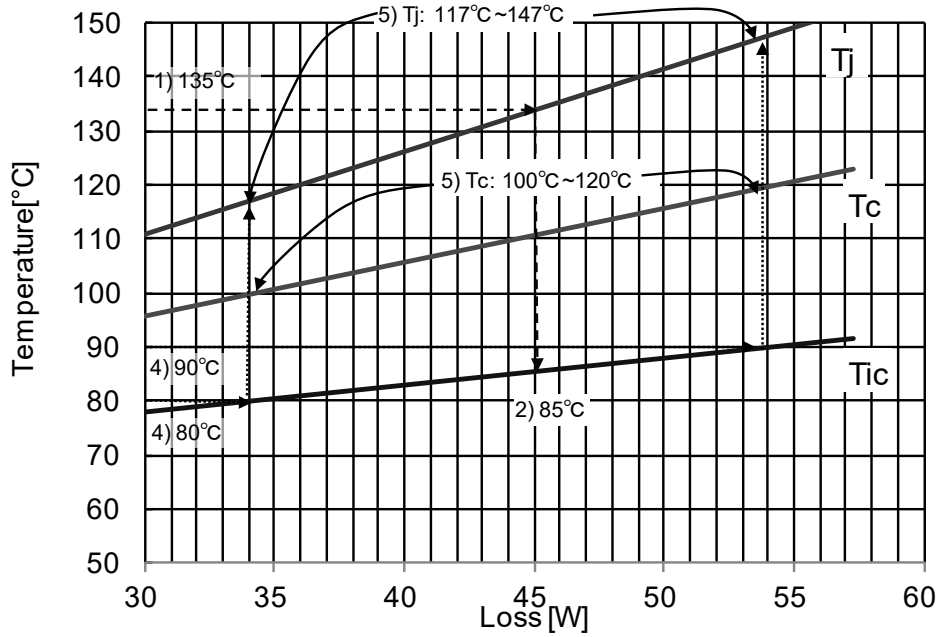

図 2-2-14 Tj,Tic,Tc 相関 (図 2-2-13 の拡大図)
ここでは、図 2-2-14 (次ページに記載) を用いた温度保護設定手順例を表 2-2-8 に示します。
2) Tj-Tic 相関グラフ (図 2-2-14) より保護をかける LVIC 温度を求める。	Tic=85°C (@Tj=135°C)
5) 4) で求めた Tic の範囲から図 2-2-14 にて接合温度 Tj の保護温度のバラツキを確認する。	Tj=117°C~147°C (←Tj=150°C 以下で問題なし) このときのケース温度は Tc=100°C~120°C となります。